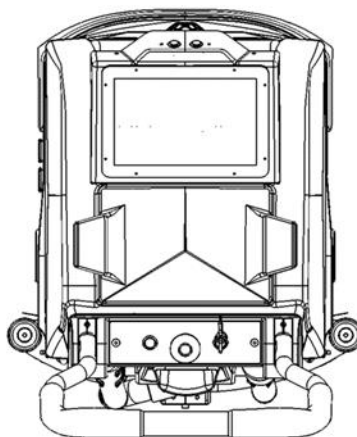

Fig. 3
5. **Vérifiez que la trappe d'évacuation des eaux usées est fermée** : Fig. 3.